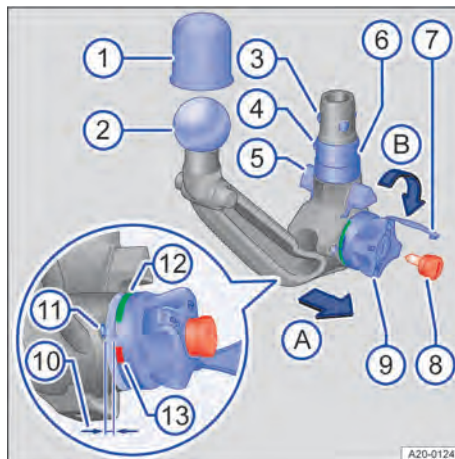

Abb. 168 Übersicht: Abnehmbare Anhängerkupplung.
4. Schlossabdeckung → Abb. 168 ⑦ vom Schloss am Handrad abnehmen.
5. Schlüssel → Abb. 168 ⑧ in das Schloss stecken und gegen den Uhrzeigersinn drehen.
6. Anhängerkupplung → Abb. 168 ② mit einer Hand festhalten → ⚠.
7. Mit der anderen Hand das Handrad → Abb. 168 ⑨ in Pfeilrichtung Ⓐ herausziehen und in dieser Stellung festhalten.
8. Handrad → Abb. 168 ⑨ bis zum Anschlag in Pfeilrichtung Ⓑ drehen.
9. Handrad → Abb. 168 ⑨ in dieser Stellung festhalten und die Anhängerkupplung ② aus der Aufnahme nach unten herausführen. Anhängerkupplung rastet ein und ist vorgespannt.
2. Mit der anderen Hand das Handrad → Abb. 168 ⑨ in Pfeilrichtung Ⓑ bis zum Anschlag drehen.
3. Kugel → Abb. 168 ④ eindrücken.
4. Das Handrad → Abb. 168 ⑨ gegen den Uhrzeigersinn zurückdrehen.
5. Kugel → Abb. 168 ④ loslassen. Das Handrad steht nicht mehr von der Anhängerkupplung ab. Die Anhängerkupplung ist nun entspannt.
6. Schlüssel → Abb. 168 ⑧ im Uhrzeigersinn drehen und abziehen. Schlüssel in der Staubox unterbringen.
7. Schlossabdeckung → Abb. 168 ⑦ schließen.